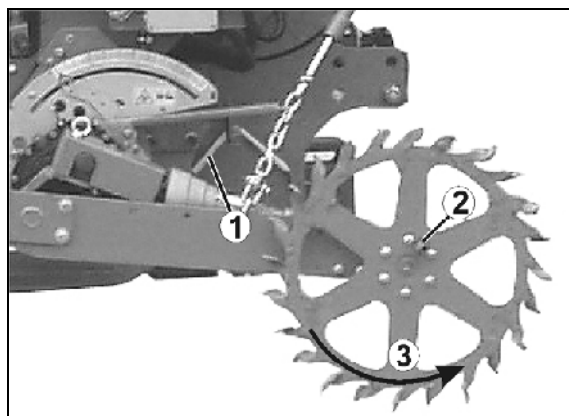

Fig. 83
- Afferrare la manovella di apertura bocche di semina (Fig. 83/1).
- Innestare la manovella di apertura bocche di semina mediante l'inserto quadrangolare (Fig. 83/2) sulla ruota con sperone (Fig. 83/3).
Girare la ruota con sperone in senso sinistrorso (Fig. 83)!
- inserire la manovella di apertura bocche di semina (Fig. 83/1) nel supporto